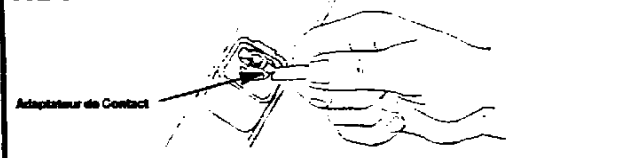

FIG 2
When using Halo-2 Lampholder with the Miniature Power-Trac System (L650, L651, L652, L653); Raceway Trac System (L611, L612, L613); and Recessed Raceway System (L1631, L1632), the adjustable contact must be in #1(DOWN) position (FIG 2).
When using the Halo-2 Lampholder with the Halo-2 Power-Trac System (L640, L641, L643) adjust the contact position of each lampholder to the desired circuit—Circuit #1 (DOWN) or Circuit #2 (UP) (FIG 2, 3).
En cas d'utilisation de le support de la lampe de la série Halo-2 sur le système Miniature Power-Trac (L650, L651, L652, L653); le système Raceway (L611, L612, L613); et le système Encastre Raceway (L1631, L1632), le contact réglable doit se trouver dans la position inférieure (circuit 1). (Fig. 2)
En cas d'utilisation de le support de lampe Halo-2 sur le système Power-Trac Halo-2 (L640, L641, L642, L643), ajuster la position du contact de chaque douille selon le circuit désiré (circuit 1, position inférieure ou circuit 2, position supérieure). (FIG 2,3)